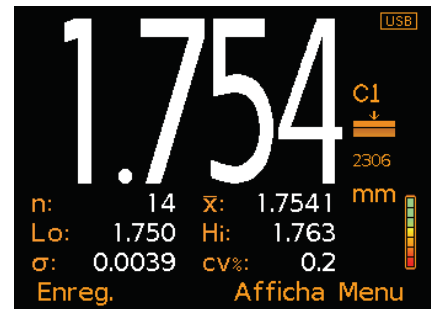

Figure 6: Statistiques & Mesures (Modèle B)
- **Statistiques - Modèle B (Figure 6)** : Les valeurs statistiques suivantes s'affichent à chaque prise de mesure :